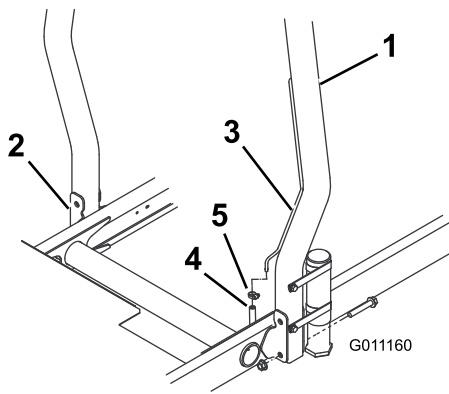

Bild 6
1. Senken Sie den Überrollbügel auf die Befestigungshalterungen der Zugmaschine ab und fluchten Sie die Befestigungslöcher aus. Achten Sie darauf, dass das Entlüftungsrohr am Überrollbügel an der linken Seite der Maschine ist (Bild 6).
2. Befestigen Sie jede Seite des Überrollbügels mit zwei Bundkopfschrauben und zwei Sicherungsmuttern an den Befestigungshalterungen (Bild 6). Ziehen Sie die Befestigungen bis auf ein Drehmoment von 81 N·m an.